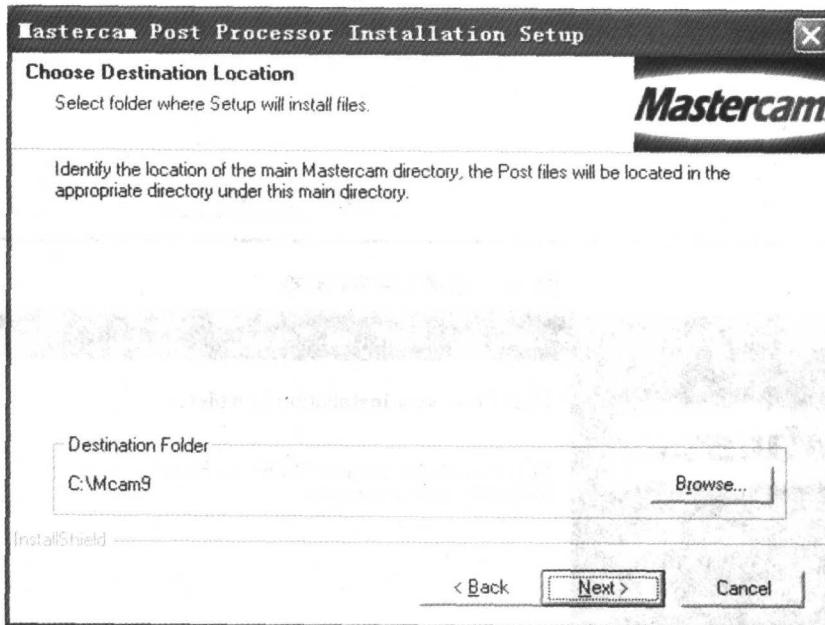

图 1.7 选择后置处理程序安装路径
7. 系统提示选择安装路径,此时安装路径要与前面软件的安装路径一致,如图 1.7 所示,点击 Next。